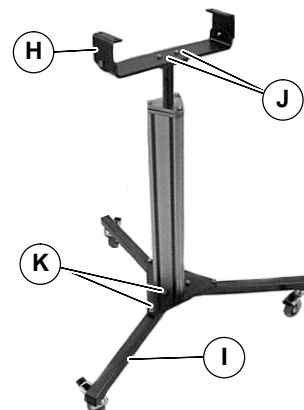

Figure 5
2. Förderbandstütze (H siehe Abbildung 5) mit M6 Schrauben an den Stand montieren (J). Die Schrauben mit 15 Nm festziehen.